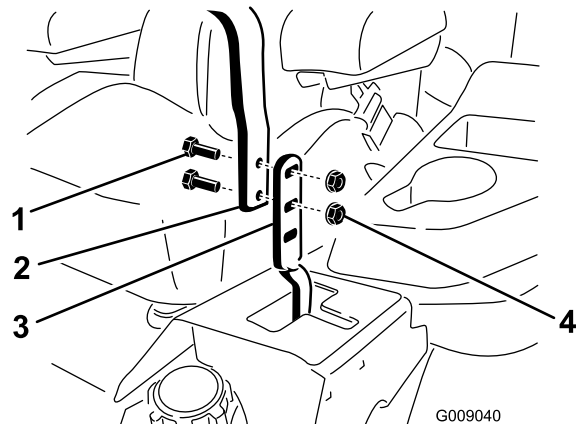

Bild 57
3. Lösen Sie die Schrauben und die Bundmuttern, die in den Hebeln installiert sind (Bild 57).